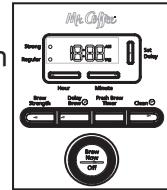

Figura 7
1. Luego de completar los pasos en la sección “**Añadiendo Agua y Café Molido**” y con la jarra de vidrio y la canasta del filtro colocadas en su sitio, encienda la cafetera presionando el botón ahora/apagado (COLAR) una vez. La luz blanca de Colar Ahora / Off (apagado) hará destellos durante el proceso de colado. Permanecerá encendida después del colado hasta por 2 horas (Figura 7).